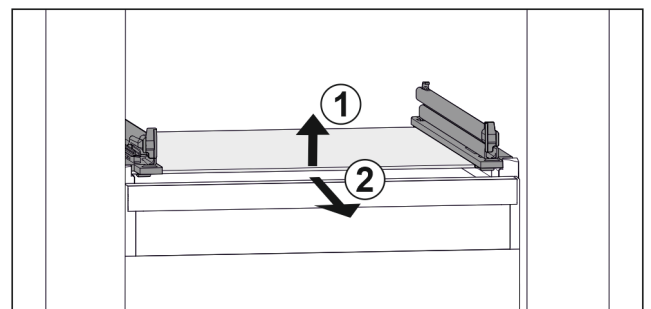

Fig. 140 Приблизне відображення скляної пластини
- ▶ Підняти скляну пластину спереду. Fig. 140 (1)
- ▶ Вийняти скляну пластину рухом вперед. Fig. 140 (2)